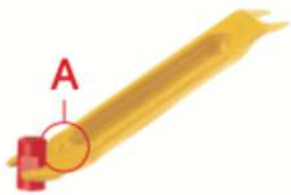

Fig. 16
1. Folosiți capătul A al uneltei pentru a scoate târușul lung (Fig. 16).